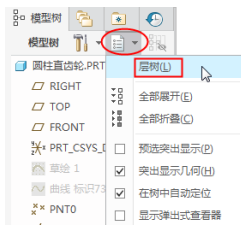

图 6-96 打开层树
- 13** 在模型树单击工具栏中的  按钮，打开层树，如图 6-96 所示。